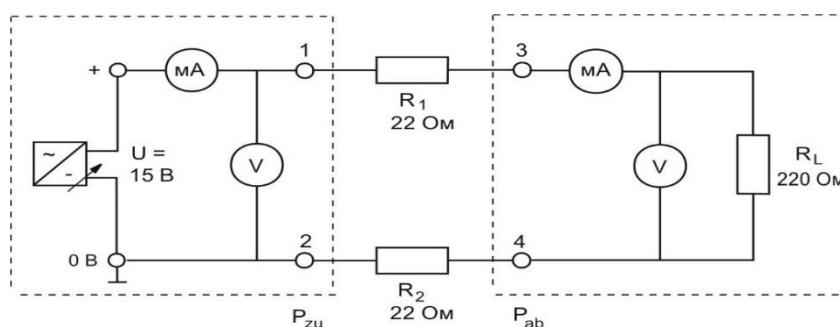

Рисунок 2- Коэффициент полезного действия электрической мощности
2. Собрать схему в соответствии с рис. 2. Два сопротивления R_1 и R_2 должны быть сбалансированы и должны быть нагружены на общую нагрузку.